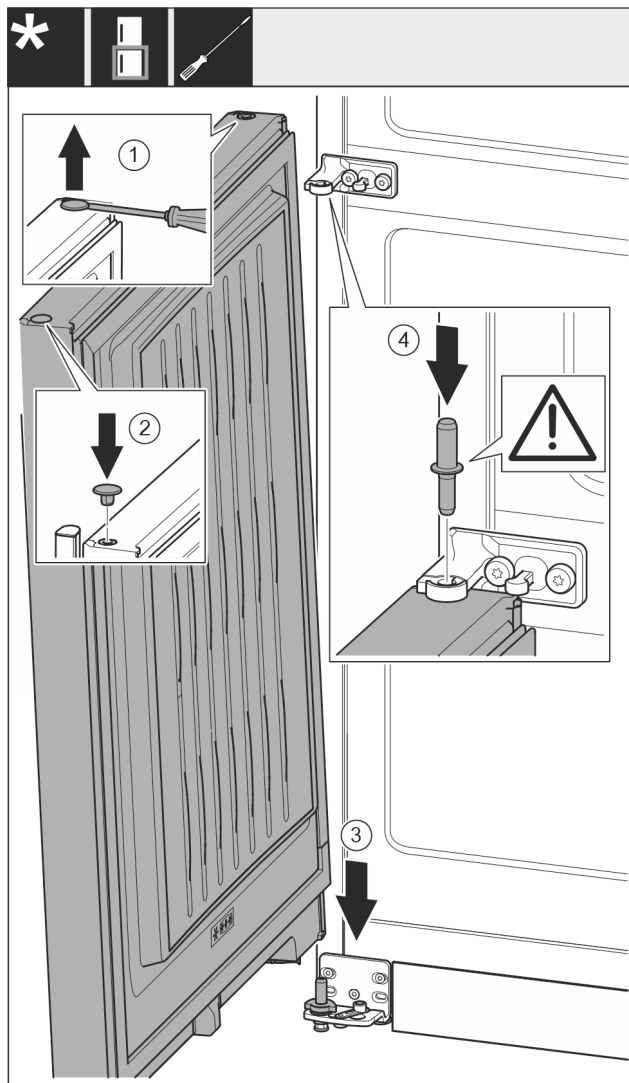

Fig. 19
- ▶ Zátku opatrně nadzvedněte plochým šroubovákem a vytáhněte. Fig. 19 (1)
- ▶ Zátku opět vložte na druhé straně dveří. Fig. 19 (2)
- ▶ Dveře nasad'te shora na dolní ložiskový čep. Fig. 19 (3)
- ▶ Prostřední ložiskový čep vložte do dolních dveří přes prostřední stojan ložiska. Přitom dávejte pozor, aby zajišťovací vačka směřovala dozadu. Fig. 19 (4)